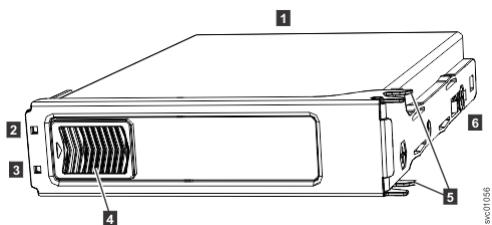

Рисунок 144. Индикаторы накопителя
На Рисунок 144 на стр. 128 показаны компоненты модуля накопителя. Каждый накопитель имеет индикатор активности (2) и индикатор сбоя (3).